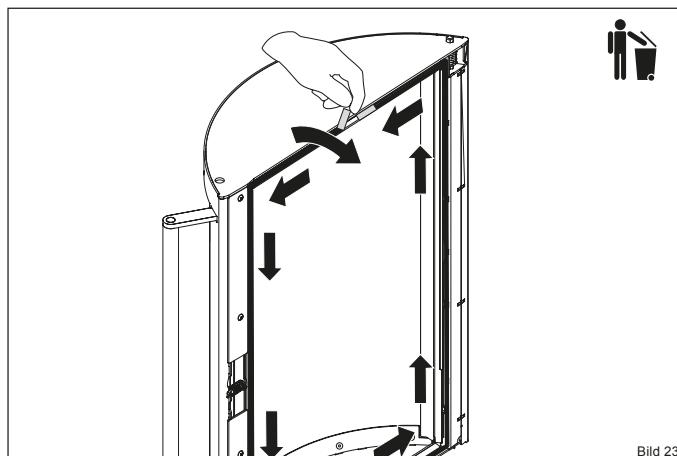

Bild 23
- Ziehen Sie die alte Dichtung an einem der Endstücke aus der Führung heraus und entsorgen diese im Abfall (Bild 23).